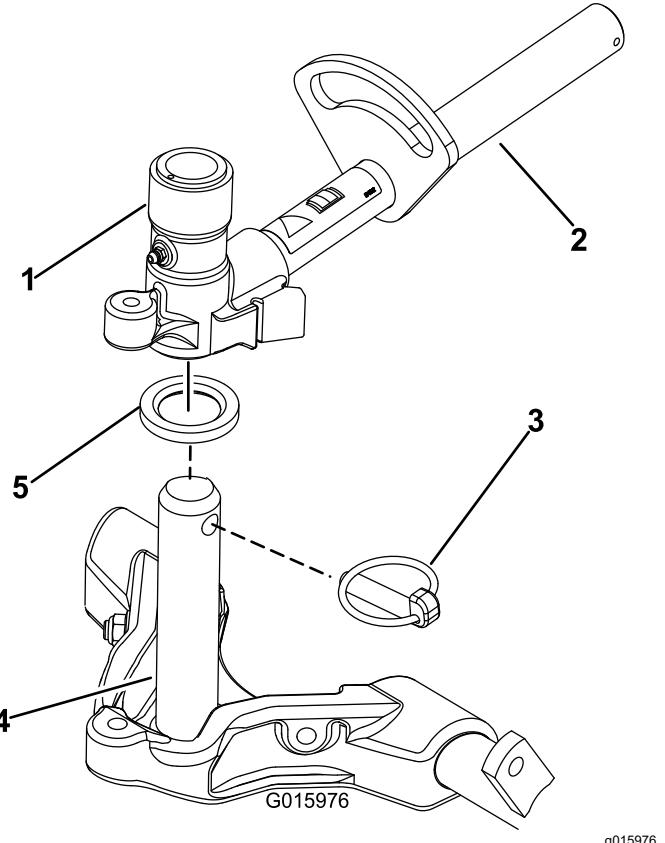

Figure 16
- Enduisez l'arbre du bâti porteur de graisse propre (Figure 16).
- Pour les unités de coupe avant, poussez une unité de coupe sous le bras de levage tout en insérant l'arbre du bâti porteur dans la chape de pivot du bras de levage (Figure 16). Positionnez correctement la rondelle de butée sur l'arbre du bâti porteur.
- Fixez l'arbre du bâti porteur à la chape du bras de levage avec la goupille Klik (Figure 16).
- B. Insérez la chape du bras de levage sur l'arbre du bâti porteur (Figure 16).